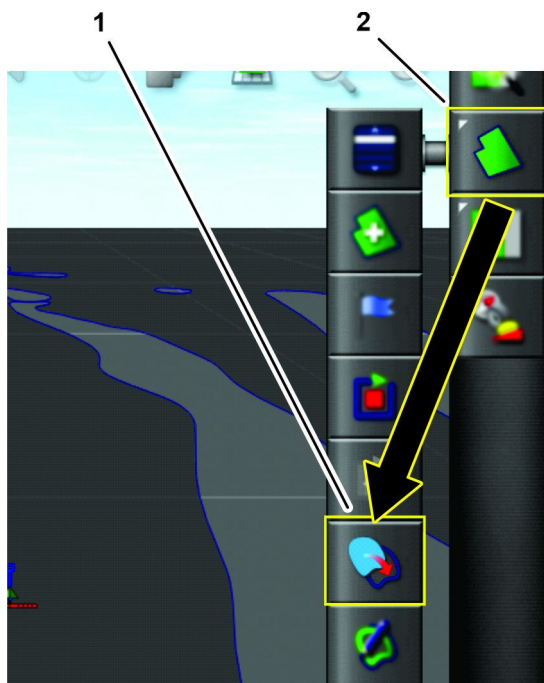

Figure 73
4. Appuyez sur l'icône MENU DES CHAMPS, puis sur l'icône CRÉER UNE LIMITE AVEC UN FICHIER DE FORME (Figure 73).